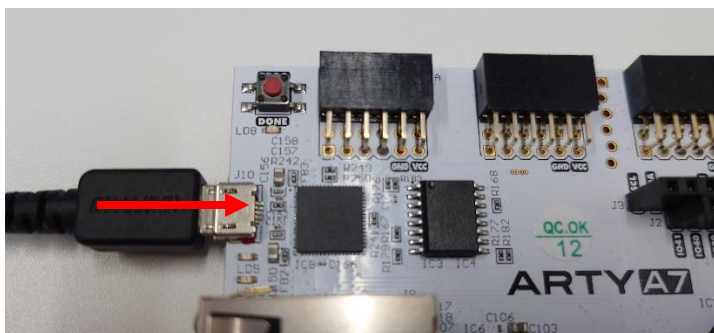

図 11.46 評価対象キットとの USB 接続
15) 評価ボードとコンピュータを USB で接続する（図 11.46）。